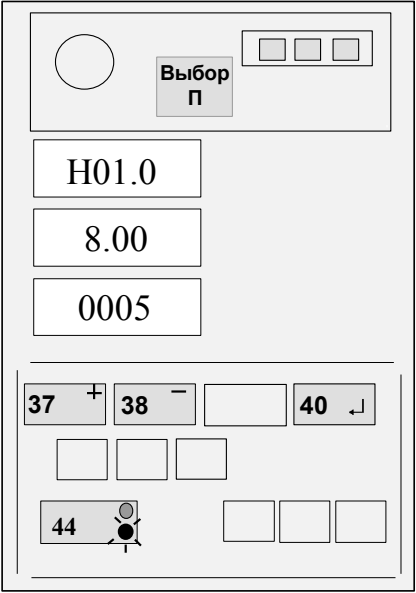

Рисунок 11
4.4.5.3 Нажать кнопку "↵" (40, см. рисунок 11).